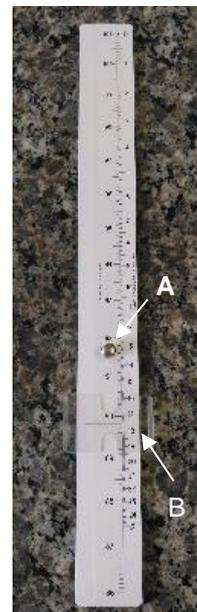

Figura 6: Régua do ebulliômetro
5.1. Desapertar o pino metálico (Figura 6.A) e mover a escala central em °C, fazendo com o que o valor da leitura obtida da temperatura da ebulição da água (exemplo, 99,8°C) coincida com o ponto ZERO da escala fixa a direita da régua (graduação alcoólica decimal);
5.3. Mover a segunda régua (transparente) (Figura 6.B) para a temperatura do líquido analisado (exemplo: 93,1 °C);